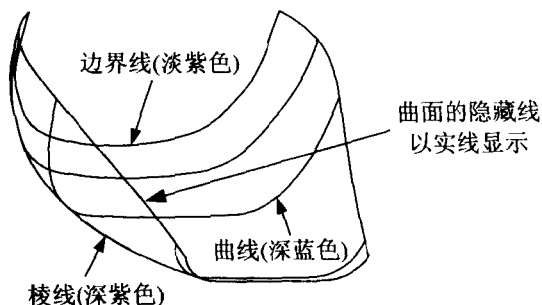

图 1.1
1. 淡紫色: 代表曲面的边界线, 称为单侧边(One-sided edge), 其意义为此淡紫色边的一侧为一个曲面特征, 而另一侧不属于此特征(见图 1.1)。
2. 深紫色: 代表曲面的内部线条或曲面的棱线, 称为双侧边(Two-sided edge), 其意义为此深紫色边的两侧为同一个曲面特征(见图 1.1)。
曲面的创建常需依赖二维或三维曲线作为曲面的边界线或内部线条, 而曲线的颜色为深蓝色, 如图 1.1 所示(请打开配书盘中的零件文件 surface_color.prt, 即可在屏幕上看到淡紫色的边界线、深紫色的棱线及深蓝色的曲线)。
在曲面的显示方面, Pro/ENGINEER 系统的默认值为: ①曲面可以着色, ②曲面的隐藏线以实线显示, 如图 1.1 所示。此默认值可由 config.pro 中的 “shade_surface_feat” 及 “hlr_for_quilts” 两参数来改变(有关 config.pro 的设置请参考《Pro/ENGINEER Wildfire 2.0 零件设计基础篇(上)》一书的附录 B), 参数说明如下。